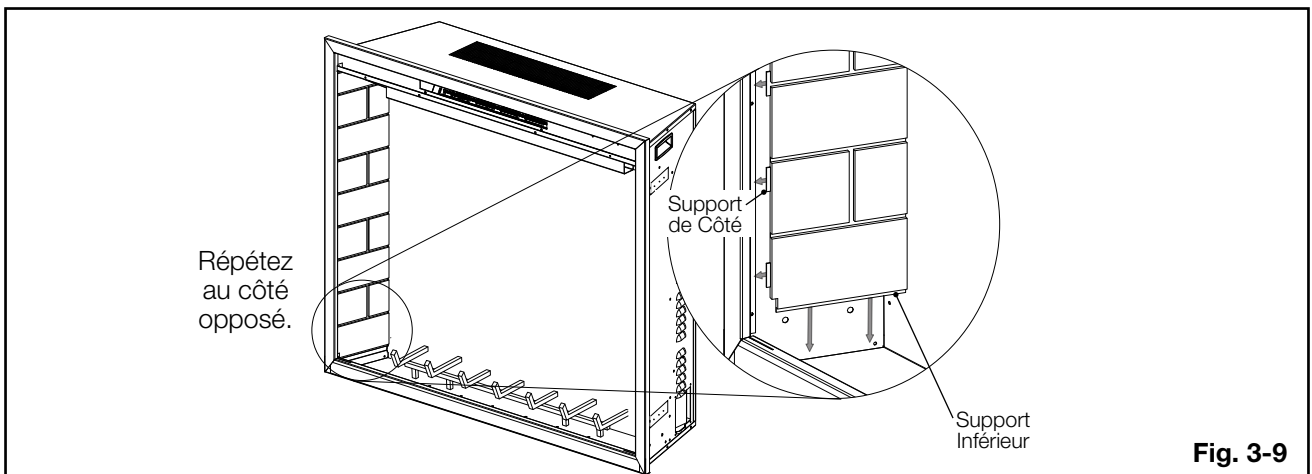

**Fig. 3-6**
6. Une fois l'appareil inséré dans l'ossature approximatif pour le positionner, fixez l'appareil à l'ossature approximatif en installant 4 vis (fournies) à travers les pattes de montage de l'intérieur de l'appareil (**Fig. 3-6**).